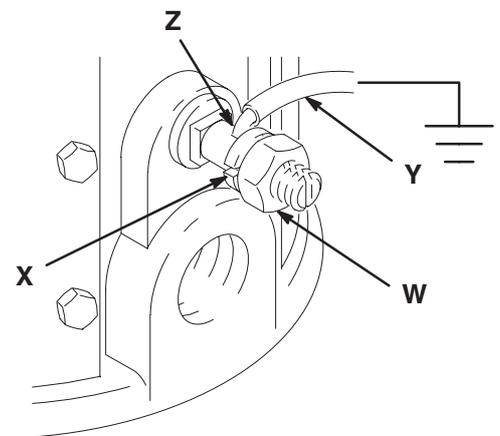

Fig. 1
1. *Pompe*: Utiliser un câble de mise à la terre et le raccorder comme indiqué à la Fig. 1.